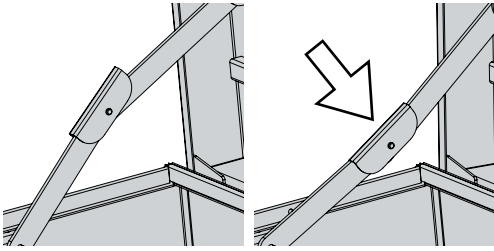

Figure 10
1. Assurez-vous que le support du couvercle du côté gauche est bien verrouillé pour éviter la chute du couvercle (figure 10).